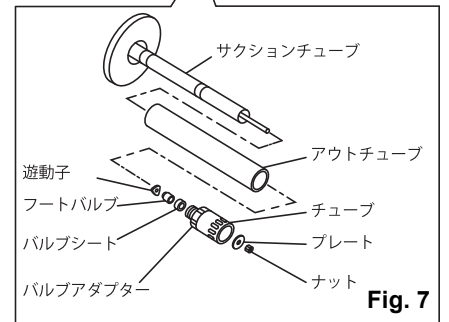

Fig. 7
- 6) アウトチューブを引き出します。もし、バルブアダプターのみ外れてしまう場合は、プレートを固定しているナットのネジを戻し、プレートを外してください。その後、アウトチューブを外し、サクシオンチューブのローレット部分にパイプレンチを掛けてねじ戻します。そして、前5)項と同様ピンを抜きユニオンのネジを戻しますと下ポンプが分離できます。(Fig. 7)